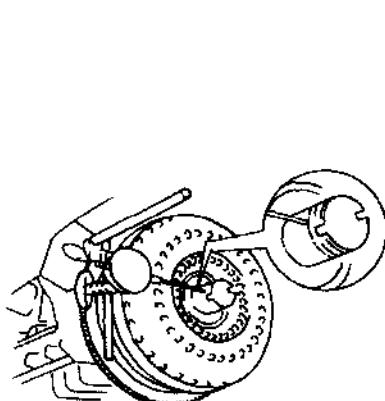

图 5.8 液力变矩器轴套偏摆量的检查
① 检查液力变矩器外部有无损坏和裂纹，轴套外径有无磨损，驱动油泵的轴套缺口有无损伤。如有异常，应更换液力变矩器。
② 将液力变矩器安装在发动机飞轮上，用千分表检查变矩器轴套的径向圆跳动量，如图 5.8 所示。固定好表架，使千分表表头触杆垂直地顶在轴套的外圆面上并有一定的压缩量，调零并盘转飞轮一周，观察千分表的偏摆量，若偏摆量大于 0.03mm，可换一个角度重新安装，若仍然无法校正，应更换液力变矩器。